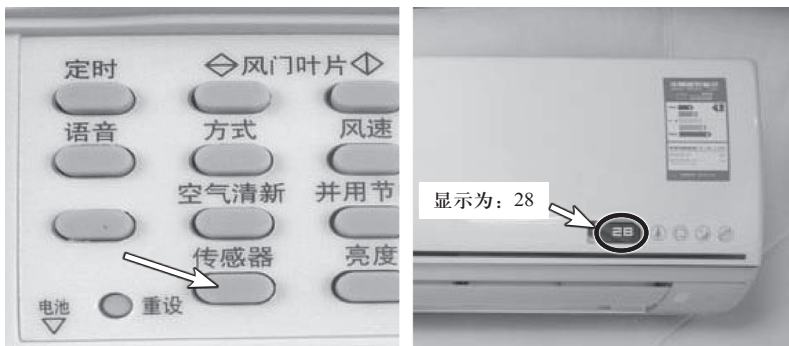

图 4-20 按遥控器 2 次“传感器”，显示故障代码
3) 按遥控器上的“传感器”切换键两次，室内机显示屏幕代码“28”，如图 4-20 所示，表示“模块故障”，检查功率模块是好的，并且也更换过。